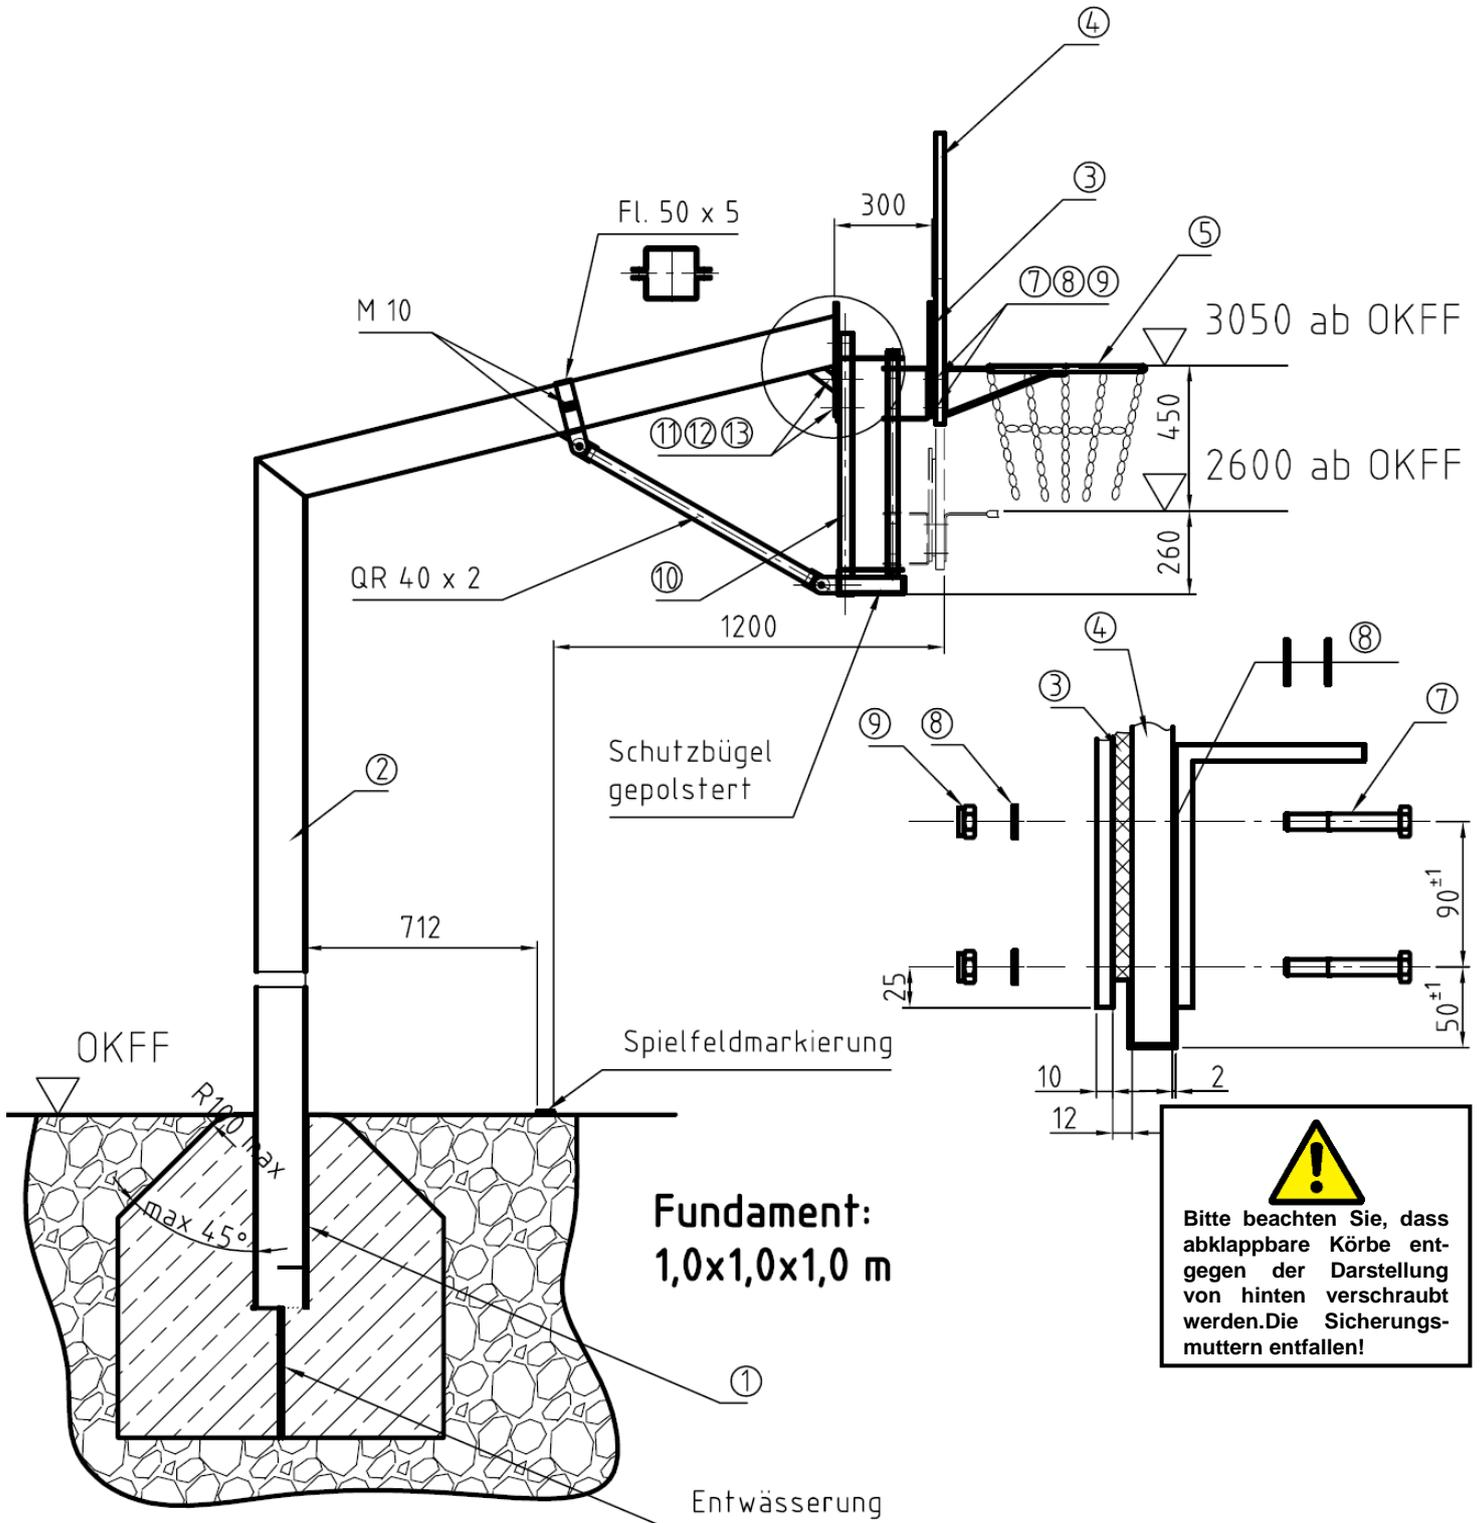

Abbildung 2: Fair Play-Anlage mit Höhenverstellung
Die Verstelleinrichtung wird komplett montiert geliefert und entsprechend Abbildung 2 an die Stahlplatte der BB-Säule geschraubt. Nach hinten erfolgt eine Abstützung an die BB-Säule.
Der Unterschied in der Montage besteht darin, dass die Unterlegscheiben (8) entfallen können (siehe Abbildung 2).
An der Vorderseite der Verstellung wird, wie unter Pos.3 oder 4 beschrieben, die Dämpfungszwischenlage, das entsprechende BB-Brett und der Korb montiert (siehe Abbildung 2 und 3).